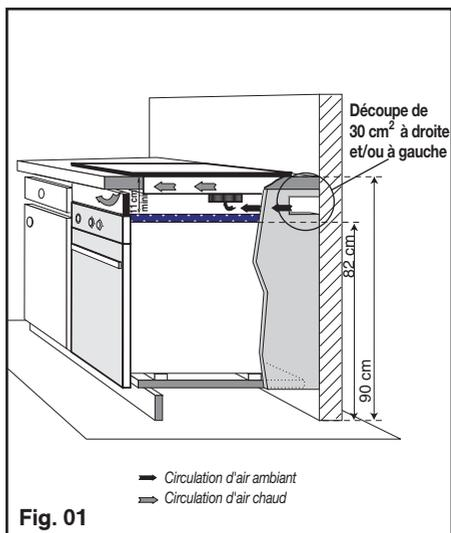

Fig. 01
Nous suggérons à cet effet une découpe de 30 cm2 à l'arrière d'un des côtés de la niche d'encastrement (Fig. 01).
– Branchez les fils sur l'installation en respectant les couleurs des fils (Fig. 01).